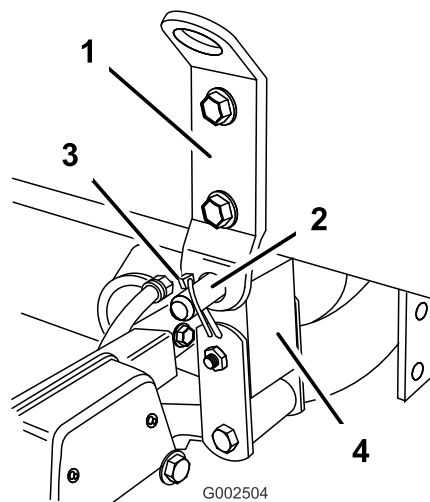

図 20
6. タンク台の後部にあるピボット・ラグを、車体フレームの最後尾についている穴に合わせる (図 20)。
7. ピボット・ラグにクレビスピン (3/4 in) とリンチピン (2本) を差し込んで、タンク台とフレームとを連結する (図 20)。
10. タンク台と車体フレームとが整列しているかどうか点検する。必要であれば、ピボット・ラグをタンク台に固定しているボルトを少しゆるめる (図 20)。クレーンやホイストを使って、タンク・アセンブリをほんのわずか吊り上げ、車体フレームとタンク台を整列させる。タンク台と車体フレームがきちんと整列したら、ピボット・ラグのボルトを締め付ける。